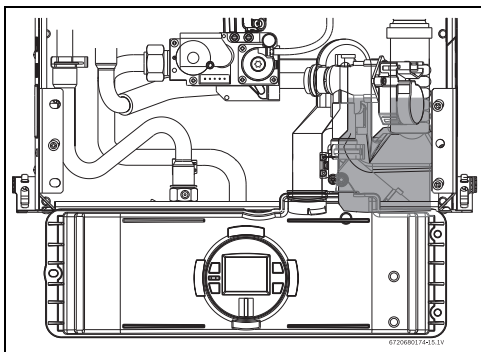

Fig. 59
- Comprobar el nivel de agua en el depósito de aguas condensados (consultar Fig. 59).